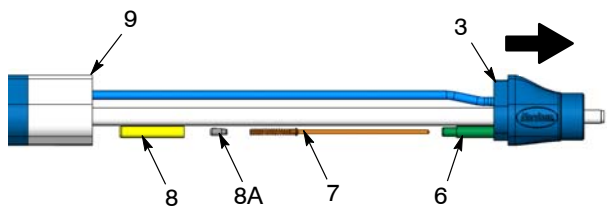

Figura 26 Demontarea rezistorului - Pistoale montate pe bară
**Pistoale montate pe bară:** A se vedea Figura 26. Trageți adaptorul (3) din tubul corpului (9) la distanță suficientă pentru a avea acces la manșon (8) și la ghidajul rezistorului (6).